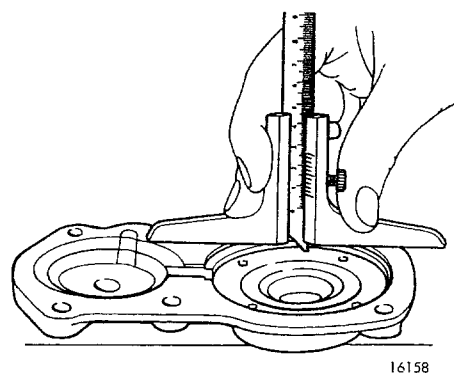

Fig 07–51. Uppmätning av lagerläge i lock för beräkning av spel
31. Montera en ny tätningsring i locket, se fig 07–52. Placera de justermellanlägg som erfordrades på lagren för ingående- och mellanaxeln. Montera locket. Dra skruvarna 24 Nm (17 lb. ft.).